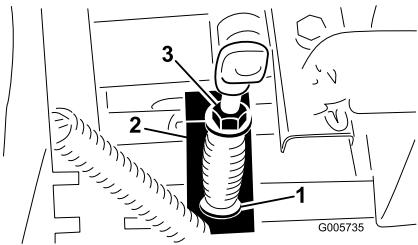

Figura 68
- Meça o comprimento da mola da tomada de força entre as anilhas planas (Figura 68). Deverá existir uma folga de 81 mm.
- Para efectuar o ajuste, fixe a cabeça do parafuso de ajuste com uma chave (debaixo do braço de activação da tomada de força) e rode a porca de retenção (Figura 68).